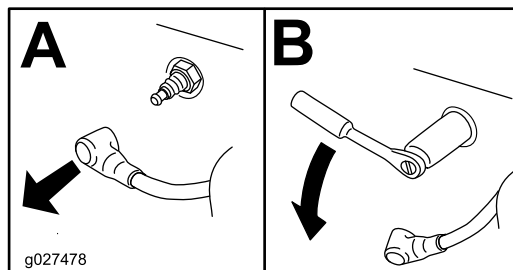

Figura 28
3. Retire las bujías, como se muestra en Figura 28.